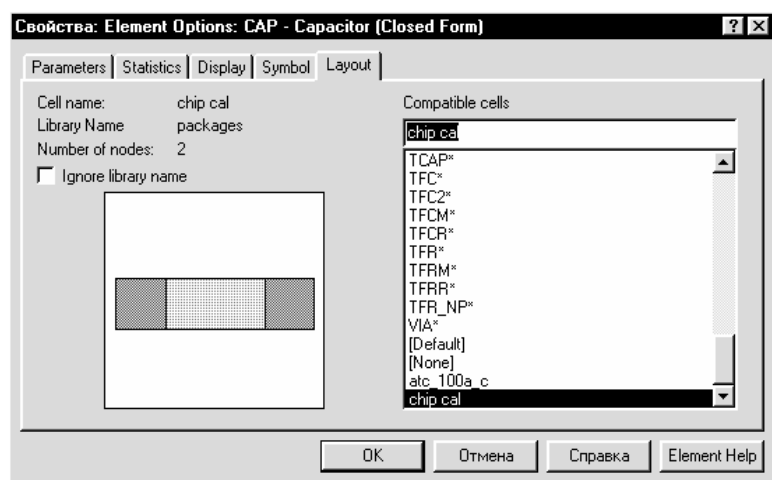

Рис. 5.21
9. Выберите **chip cap** в окне списка **Compatible Cells** (Совместимые элементы) и нажмите **ОК** (рис. 5.21).